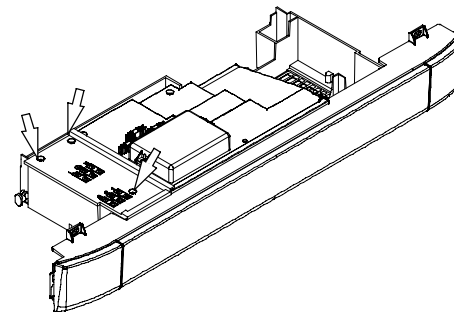

fig. 8.4
- 11 Svitare le viti e rimuovere il coperchio copri morsetteria fig. 8.4